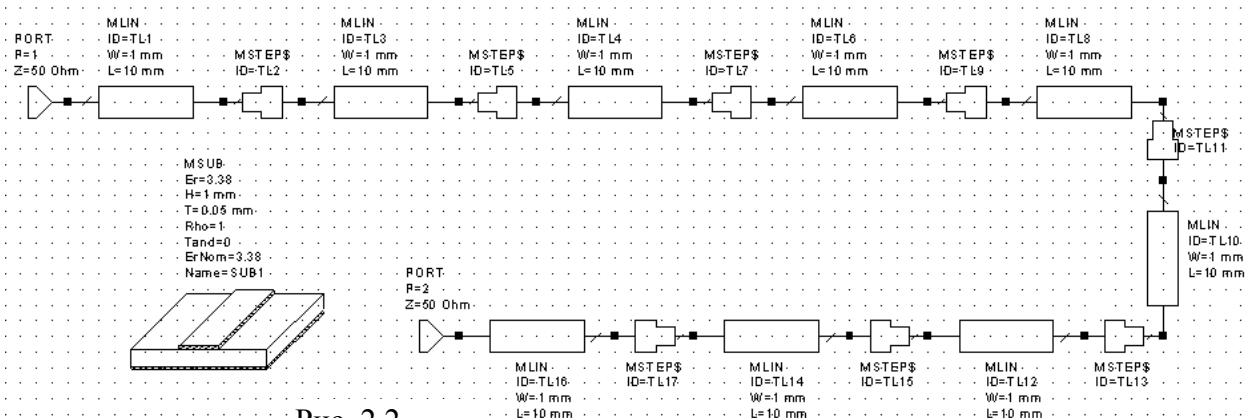

Рис. 2.2
13. Щёлкните по группе **Substrates** в левом окне проекта, выберите элемент **MSUB** и перетащите его на свободное место в окне схемы. Полученная схема показана на рис. 2.2.